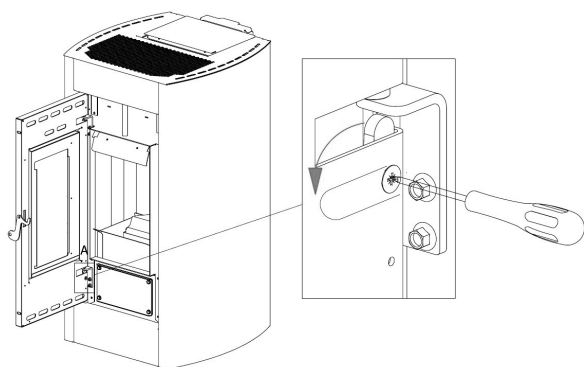

Fig. 32 - Afmontering af skruer
- Drej grebet i pilens retning med en skruetrækker (se **Fig. 32**).